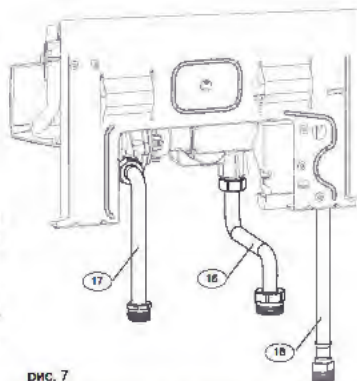

рис. 7
Подключение природного газа (рис. 7):
Подключение газа (рис. 7):
Подключение холодной воды (рис. 7):
Подключение горячей воды осуществляется с помощью гибкого шланга, (18) (рис. 7), установленного на водонагревателе.